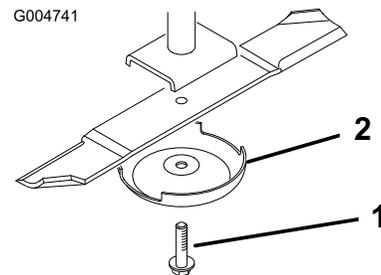

Bild 25
4. Entfernen Sie die Messerschraube, die Antiskalpieerkuppe und das Messer von der Spindelwelle (**Bild 25**).